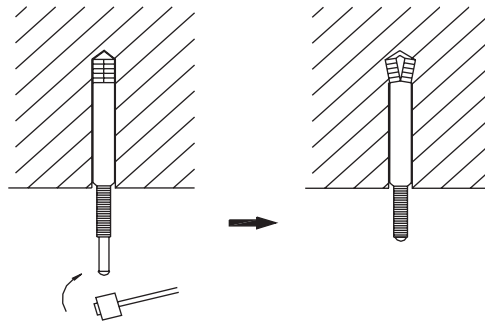

Рис. 10.25 — Установка анкерных втулок
- Установите забивные анкерные втулки M10 в просверленные отверстия (рис. 10.25)